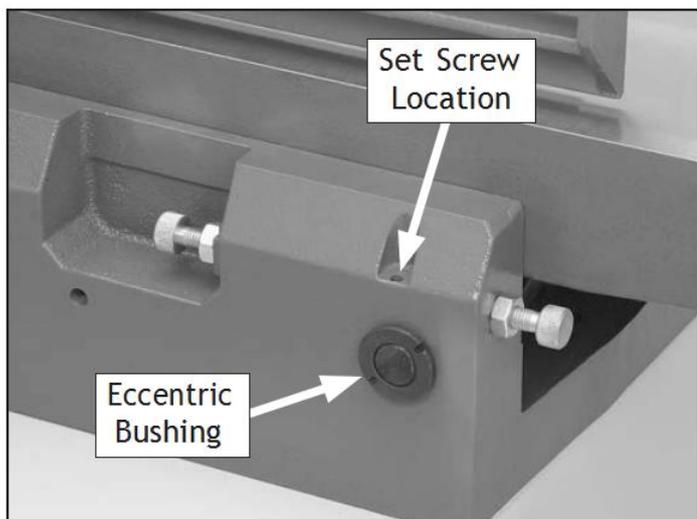

Рисунок 53. Расположение эксцентриковой втулки и установочного винта.
2. Снимите верхний установочный винт с каждой из четырех эксцентриковых втулок под отводящим столом и ослабьте установочные винты под снятыми установочными винтами (см. рис. 53).